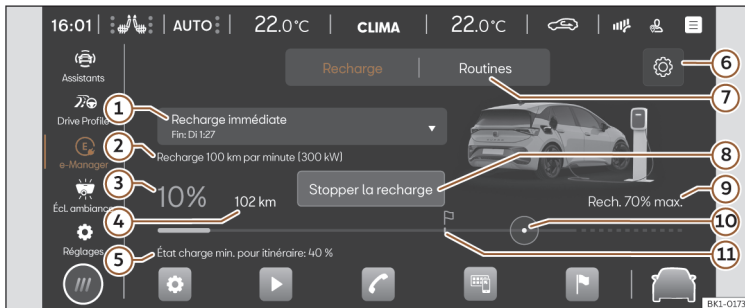

Fig. 74 Sur le système d'infodivertissement : menu Gestionnaire d'énergie dans les réglages du véhicule.
2. Appuyez sur le bouton  >>> **fig. 74** .